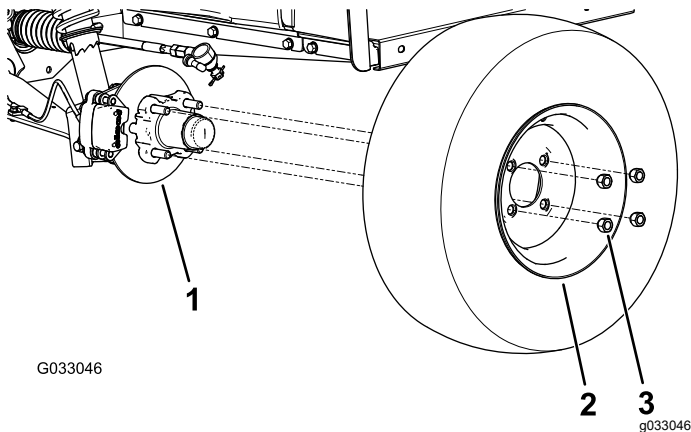

Bild 30
2. Nehmen Sie die vier Radmuttern ab, mit denen das Rad an der Radnabe befestigt ist (Bild 30).
5. Befestigen Sie das Rad mit den Radmuttern an der Nabe (Bild 30).
4. Fluchten Sie die Löcher im Rad mit den Bolzen der Nabe aus und montieren das Rad so an der Nabe, dass das Reifenventil außen ist (Bild 30).